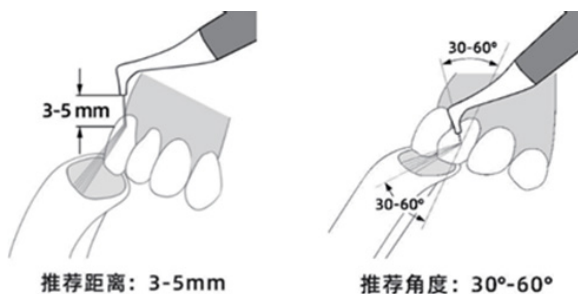

图7 龈上喷砂示意图
2.3.6.5 洁治时使喷头对准牙面，建议喷头出气口与牙齿表面保持3-5mm的距离，喷砂方向与牙齿表面呈30°-60°夹角，如图7。